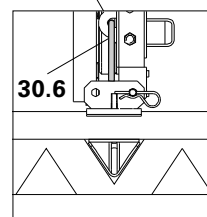

Fig. B2.08.2
9. Cambiar las eslingas de la grúa a las asas delanteras (30.6). (Fig. B2.08.2)